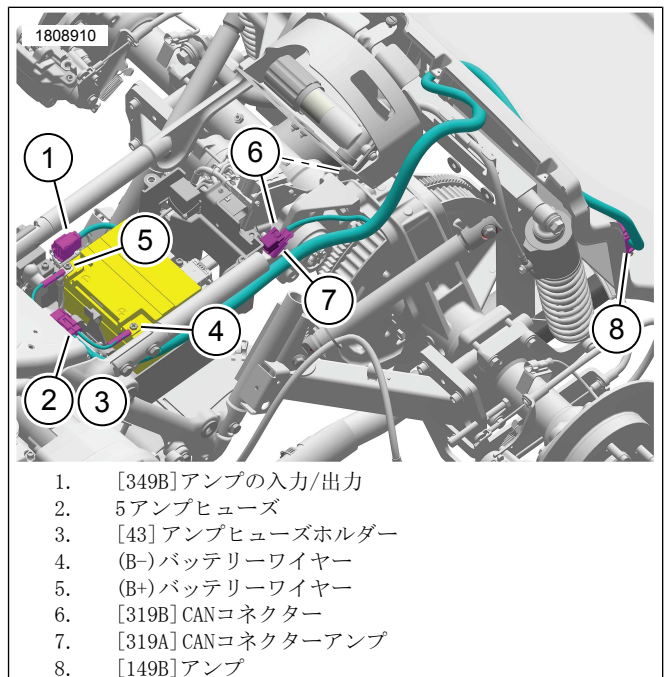
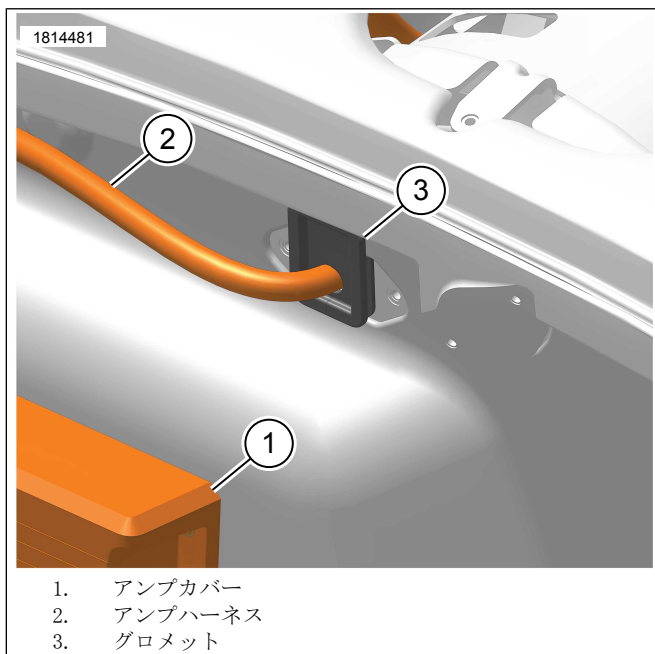

図6。アンプワイヤーハーネスの取り回し
図7. グロメット
- 1. 図6ワイヤーハーネスをフレームに沿って取り回します。
- 2. ハーネスブランチコネクタ[349B] (1) を、バッテリーボックスエリア後方の右サイドカバーに向けて配線します。
9. 図6 ハーネスコネクタ [149B] (8)をアンプに配線します。
10. コネクタ[149B] (8)をアンプに接続します。
11. 図7グロメットを取り付けます。